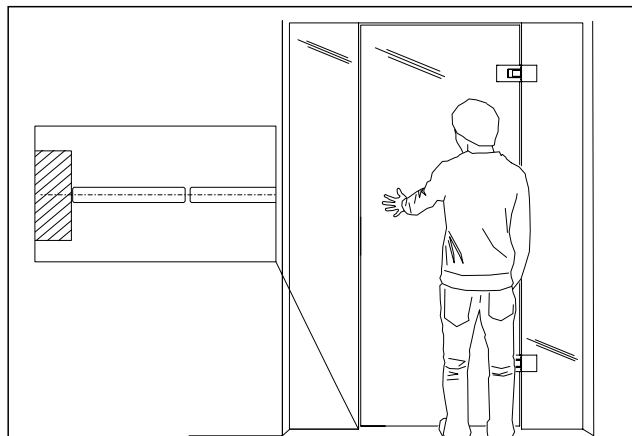

Fig. 34 Position zéro idéale du vantail de la porte en verre au panneau latéral
2. Mettre le vantail de la porte en verre dans la position zéro idéale (Fig. 34).